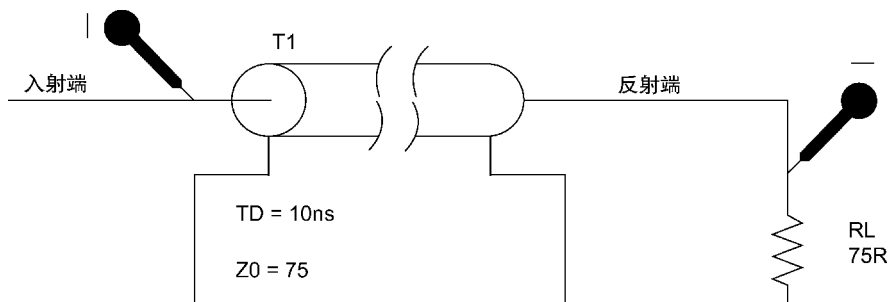

图 17.10 放置电流探针
6. 如图 17.10 所示，在原理图中删除电压探针，然后在传输线 T1 的输入引脚和电阻 RL 的顶部引脚放置电流探针。